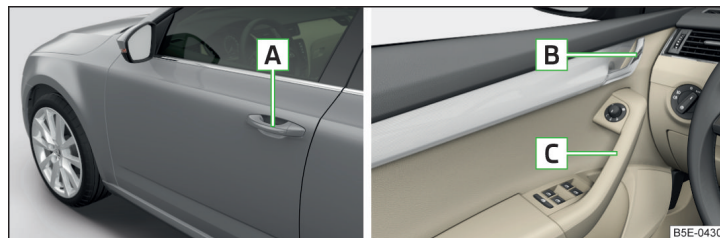

Fig. 35 Mânerul portierei/maneta de deschidere a portierei
- Trageți de mânerul portierei **A** » fig. 35 de la portiera respectivă.